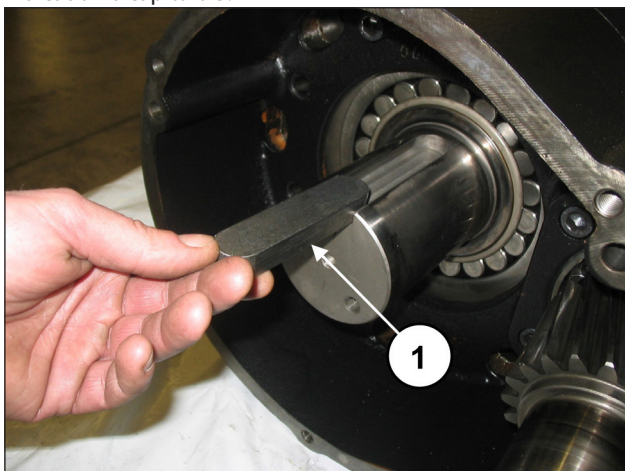

Fig. 62
Aplique a lingueta 22x14x100 no local do eixo (pos. ①, Fig. 62), e insira a coroa no eixo.